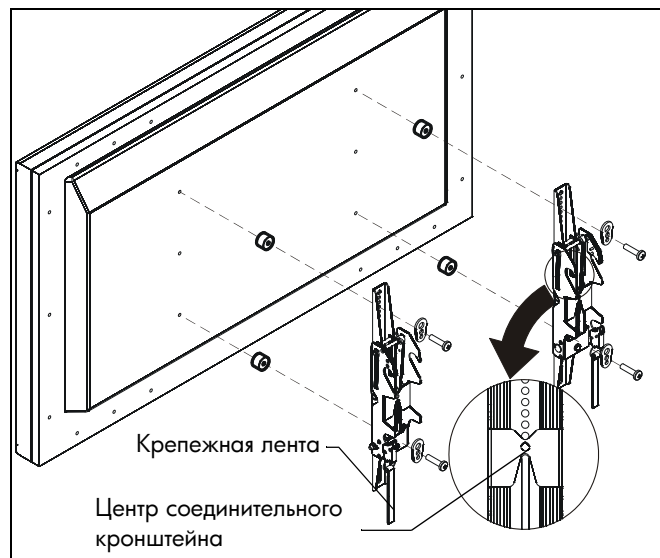

рис. 9
- Достаньте из пакета с фурнитурой (A-N) винты соответствующего размера, втулки (при необходимости) и универсальные шайбы и прикрепите соединительные кронштейны к тыльной стороне экрана. (См. рис. 9)